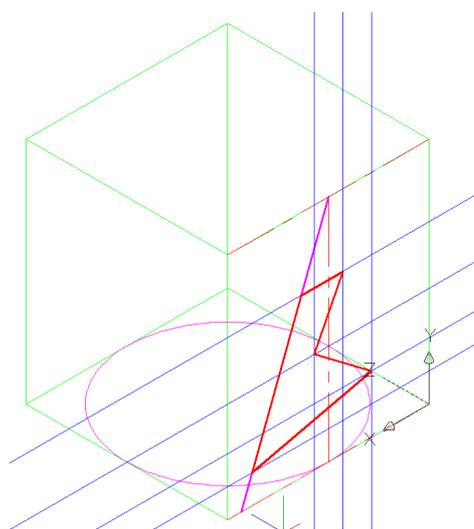

Рис.28.6
8. Переходим на красный цвет и с помощью команды **POLYLINE**  по привязкам получаем контур линии среза (см. Рис.28.6).